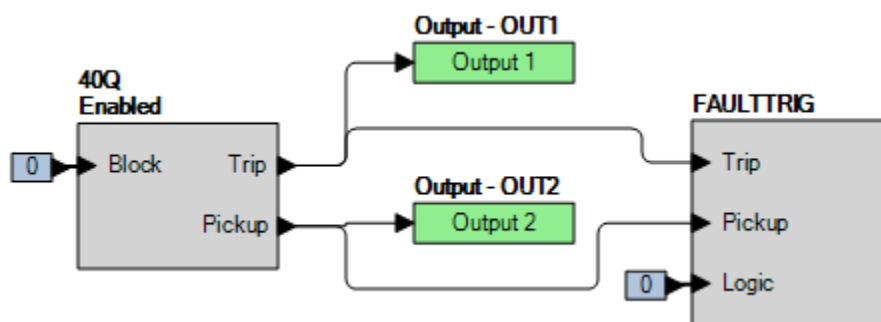

Figura 68-1. Ajustes de BESTlogicPlus
Paso 2: Utilice BESTCOMSPPlus para configurar la Lógica programable de BESTlogicPlus, como se muestra en la Figura 68-1.